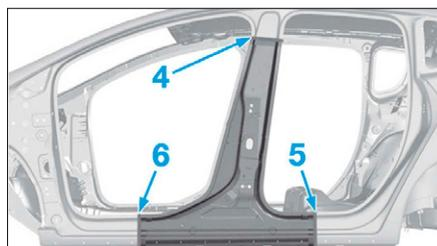

FIG. 68
• Tracer en (4), (5) et (6) (Fig.68).